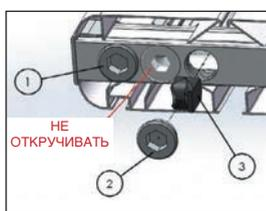

Рис. 1
- A (рис. 1) Открутить пробку 2 при помощи шестигранного ключа на 12
- B (рис. 1) При помощи плоской отвертки вставить диафрагму 3 (арт. 052) в отверстие с резьбой и продвинуть ее в коллекторе до блокировочного язычка:
- D Подсоединение узлов нижнего подключения: снять пробки №1 и №2 (рис. 1), для обеспечения правильного движения теплоносителя вставить диафрагму в соответствии с пунктом B, на место пробок 1 и 2 установить nipples ½ x ¾ с коническим седлом арт. A350 или под плоскую прокладку арт. A351 и затянуть их до полного соединения с силой 20Nm.